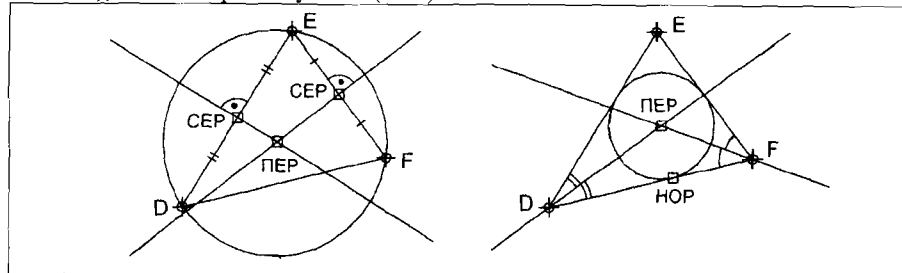

Рис.10
8. Командой ПРЯМАЯ (XLINE) (рис.10) построить две вспомогательные прямые, перпендикулярные сторонам треугольника DEF и проходящие через